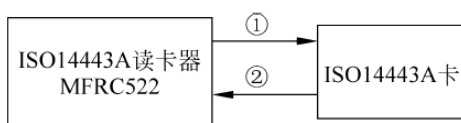

图 16.4 ISO14443A/MIFARE 读写器通信图
MFRC522 的读写器模式遵循 ISO14443A/MIFARE 规范。图 16.4 描述了物理层上的通信，图中，①读卡器→卡，100%ASK Miller 编码，传输速率为 106~424kbps；②卡←读卡器，副载波调制 Mancheste 编码或 BPSK，传输速率为 106~424kbps。表 16.2 列出了 ISO14443A/MIFARE 读写器通信相关的参数。